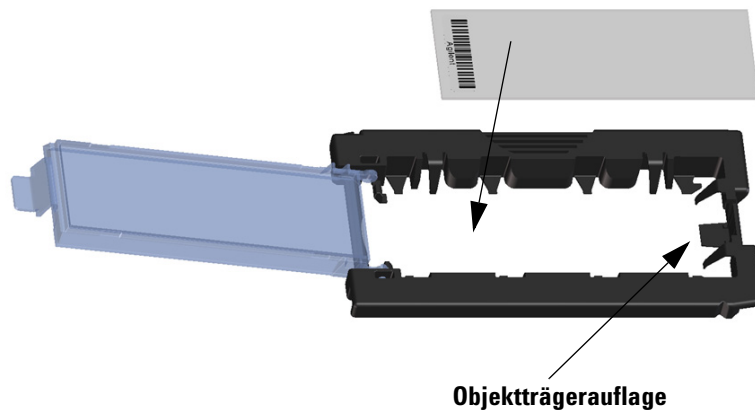

Abbildung 7 Einlegen des Objektträgers in den Objektträgerhalter
- c Platzieren Sie das Ende des Objektträgers ohne den Strichcode vorsichtig auf der Objektträgerauflage. Siehe **Abbildung 7**.